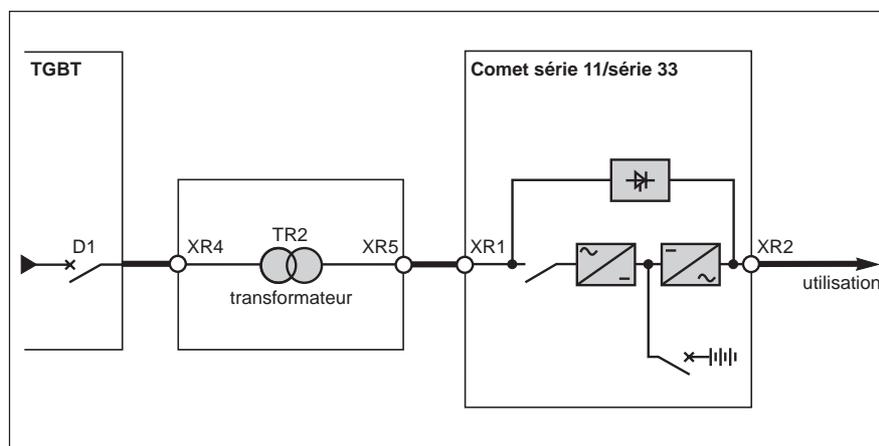

Fig. 26
- entre le tableau d'alimentation général basse tension et l'entrée réseau d'alimentation pour **Comet série 11 et série 33** (figure 26) ;